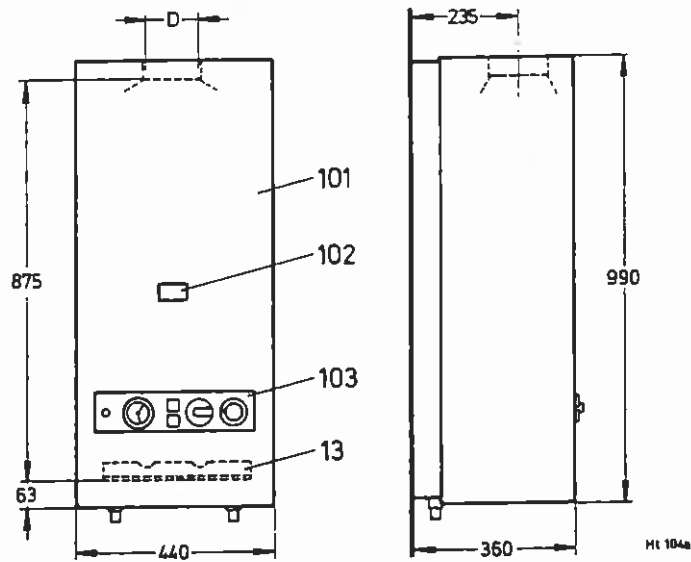

fig. 1
1.1 Med tilslutningsplade (fig. 1)